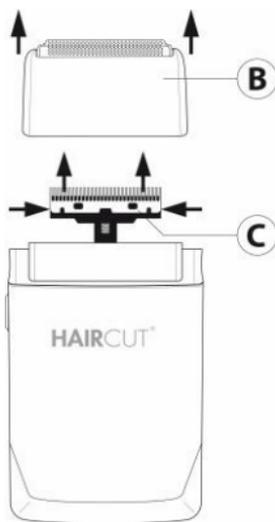

Fig. 2
- Appuyer sur le bouton latéral de verrouillage (Fig. 1-E) pour ôter l'ensemble de grilles (Fig. 2-B) en le saisissant des deux côtés et le soulever délicatement de l'appareil.